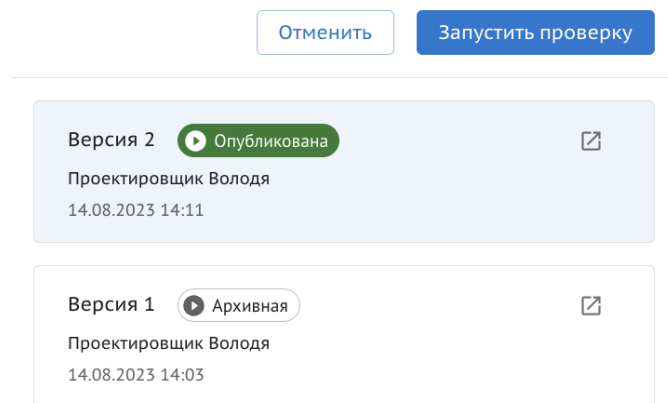

Рисунок 71. Выбор версий.
7) Выбрать версию модели для проверки и нажать “Запустить проверку” (Рисунок 71).